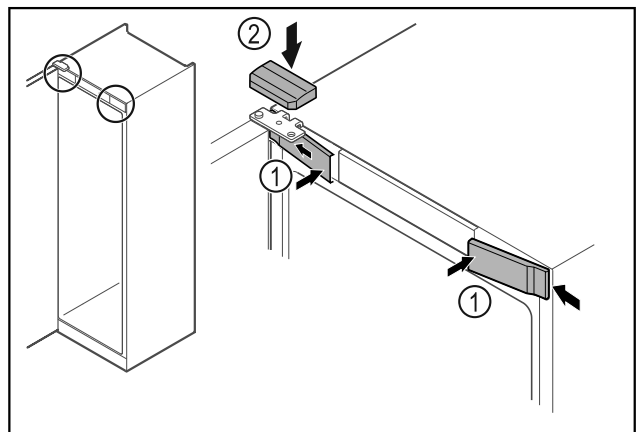

Fig. 47 \*
- Futni nga anash kapakët mbulues të përparmë Fig. 47 (1) dhe mbërthejini.\*
- Mbërtheni nga lart kapakun mbulues të sipërm Fig. 47 (2).\*